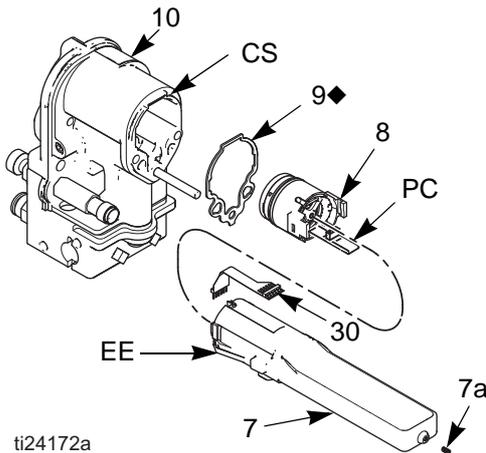

FIG. 27 . Alimentation électrique
**REMARQUE :** Remplacez les paliers de la turbine après 2000 heures de fonctionnement. Commandez le kit 24N706 de coussinets. Les pièces contenues dans le kit sont repérées par un symbole (◆). Consultez la FIGURE 27 et la FIGURE 29.
3. Mesurez la résistance entre les deux bornes extérieures du connecteur à 3 câbles (PC) ; elle doit être comprise entre 2 et 6 ohms. Si cette plage n'est pas respectée, remplacez la bobine de la turbine (8a).
5. Si cela est nécessaire, faites tourner le ventilateur (8e) de sorte que ses pales ne se trouvent pas devant les quatre languettes de coussinet (T) du boîtier (8d).